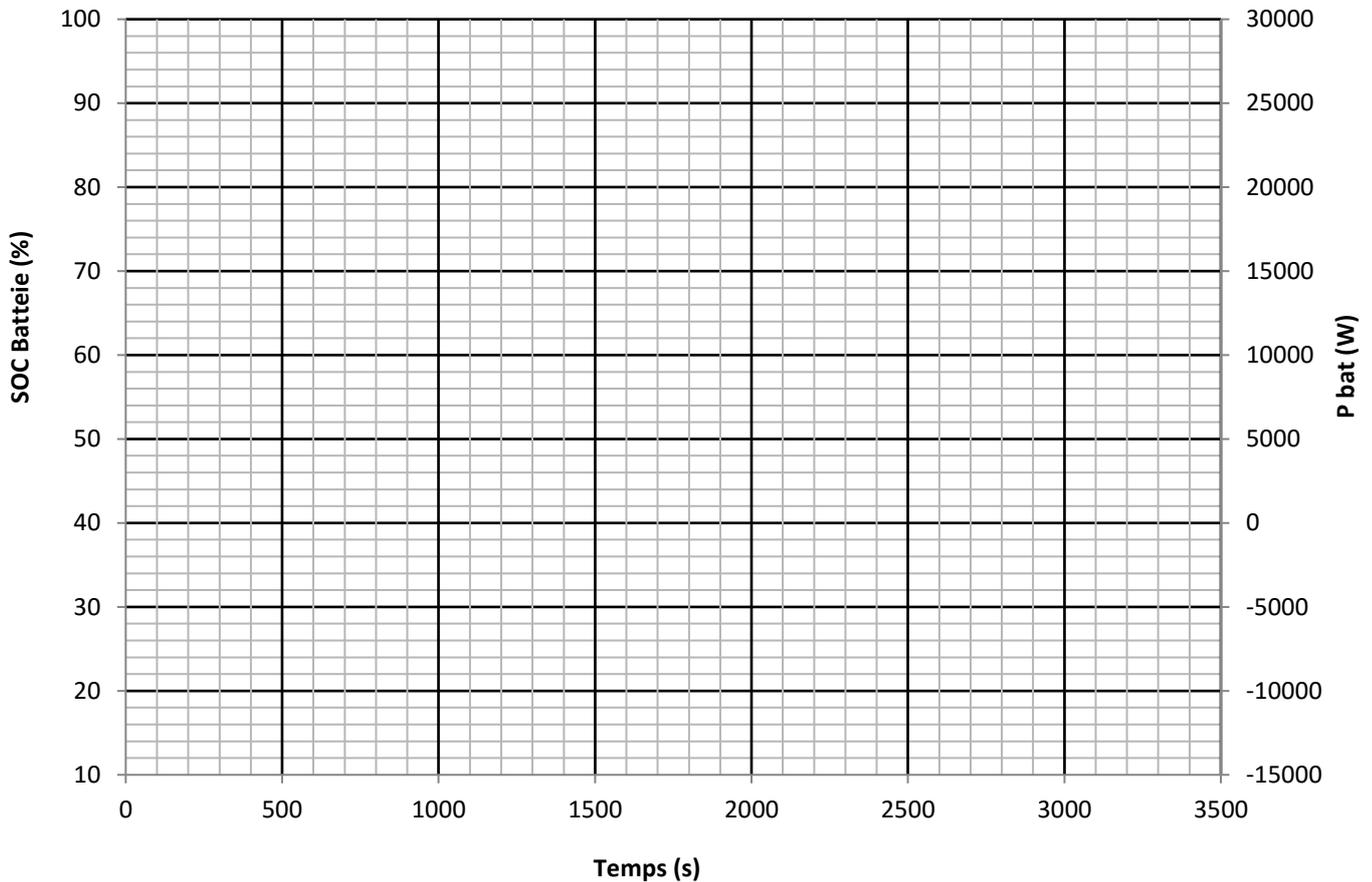

Figure 5 : courbes SOC et puissance batterie
- 2.1 En sachant que la batterie est chargée initialement à 95 % et en vous basant sur la description du fonctionnement de la batterie et de la PAC, représentez sur la Figure 5 la variation du SOC de la batterie (en %) ainsi que la courbe de la puissance batterie au point P_{Bat} . Vous indiquerez proprement sur le graphique les valeurs des temps (en s) de basculement entre chaque état de fonctionnement et la valeur de la puissance batterie correspondante.